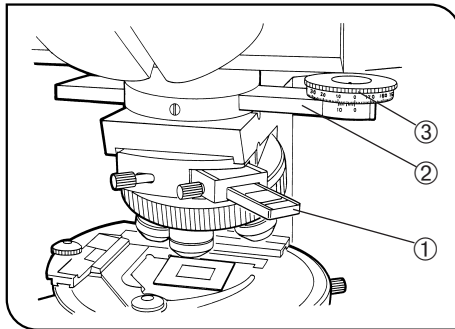

Fig. 19
Quando utilice el accesorio intermedio para la observación ortoscópica (U-OPA) (Figs. 19 y 20)
1. Inserte completamente el polarizador de alineación ① incluido con el U-OPA en el adaptador de la placa de test (U-TAD). Apriete su tornillo de sujeción. (Fig. 19)
3. Inserte el analizador giratorio (U-AN360P-2) ② en la ranura del analizador del accesorio intermedio. Inserte el analizador, afloje el tornillo de sujeción y ponga la rueda giratoria del analizador ③ a 0°. (Fig. 19)